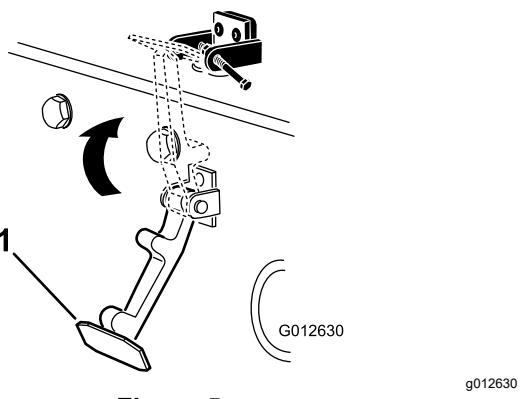

Figura 5
7. Feche o capot e prenda o trinco no suporte do trinco do capot (Figura 5).